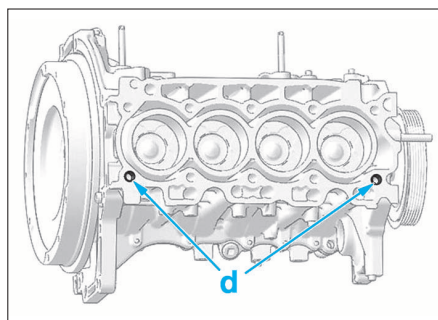

FIG. 84
- Vérifier la présence des goupilles (d) (Fig.84).